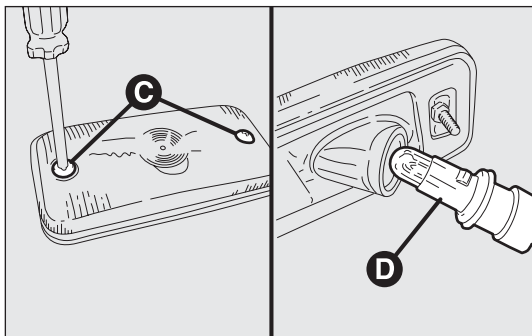

рис. 199
- отвинтите два крепежных винта С – рис. 199 и снимите подфарник;